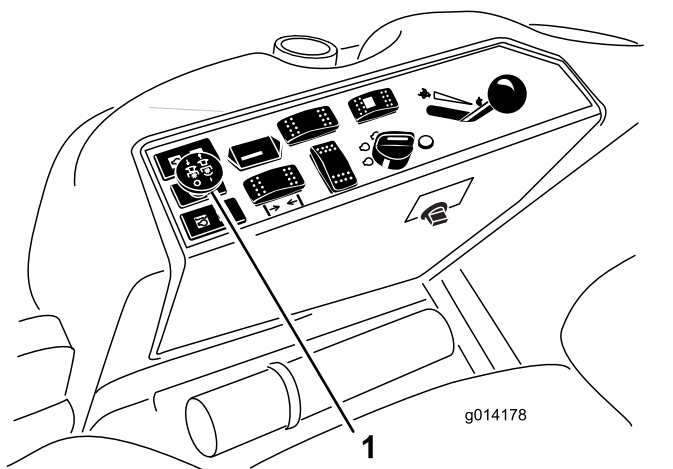

Рисунок 25
3. Чтобы включить механизм отбора мощности, потяните вверх переключатель PTO (Рисунок 25).